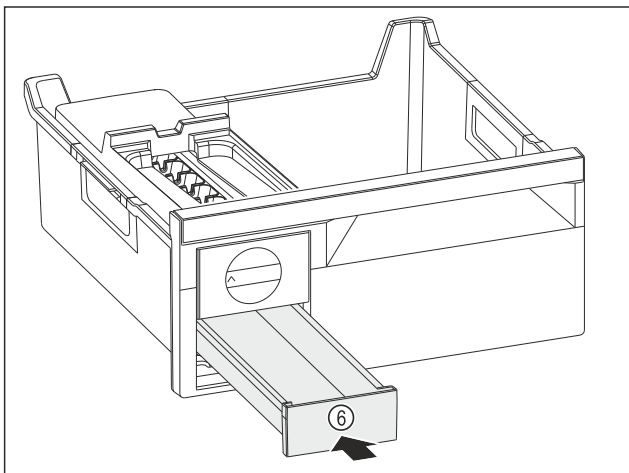

Fig. 135
- ▶ Insérer le compartiment à glaçons Fig. 135 (6).